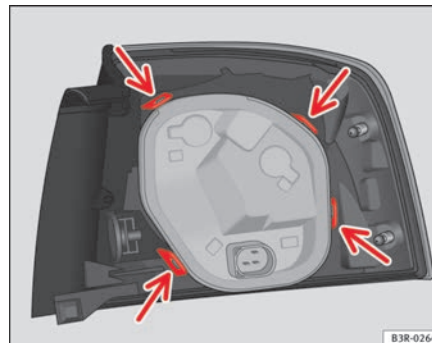

Fig. 223 Fissaggio del supporto lampade nel fanale di coda
- Accertarsi che le quattro linguette di fissaggio siano agganciate correttamente ⇒ pag. 285, fig. 223 -freccie-.